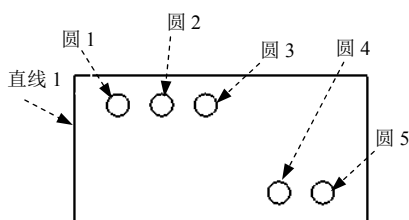

图 6.3.13 选取标注对象
Step3. 定义尺寸链的基准。选取图 6.3.13 所示的“直线 1”为尺寸链基准，再选取合适的位置单击以放置基准尺寸。
Step4. 选取要标注的图元。依次选取图 6.3.13 所示的“圆 1”“圆 2”“圆 3”“圆 4”和“圆 5”。